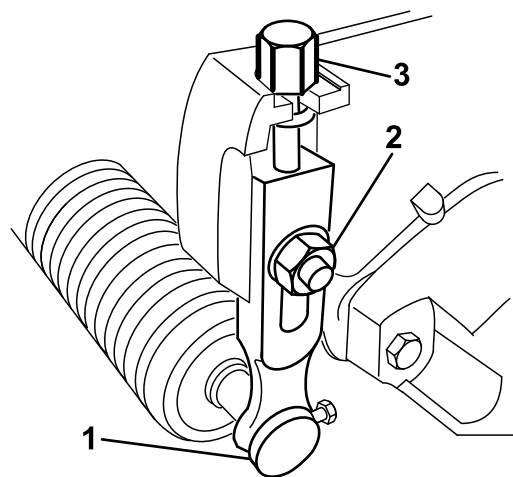

Figura 10
1. Allentate i dadi di bloccaggio che fissano i bracci dell'altezza di taglio sulle piastre laterali dell'apparato di taglio (Figura 10).